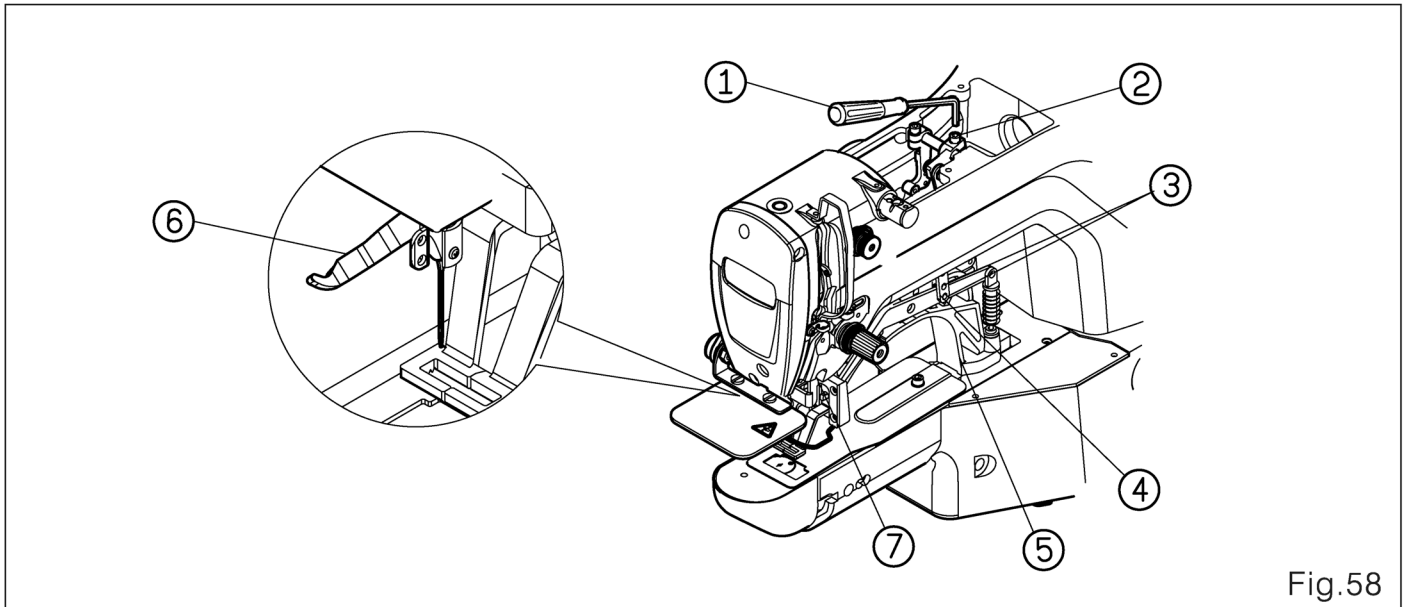

Fig.58
3. Ajuste a altura do calcador (Fig.58)